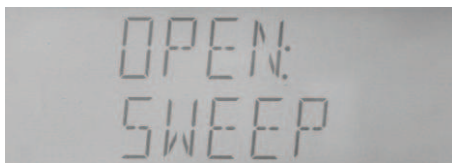

Figura 4-3 Corrección en abierto de barrido
3. Seleccione para realizar una corrección puntual o una corrección de barrido mediante las teclas **▲** o **▼** , como se muestra en la figura 4-3.